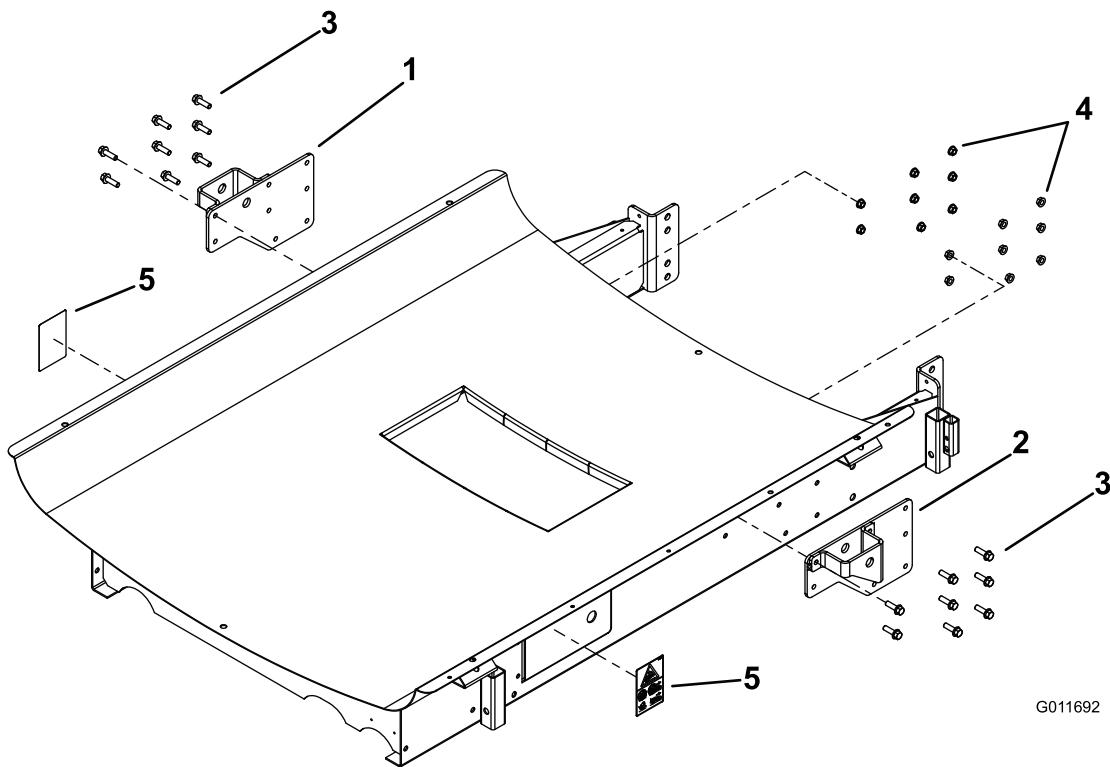

Figura 1
1. Instale una pegatina en los paneles de acceso de los lados derecho e izquierdo del patín (Figura 1).